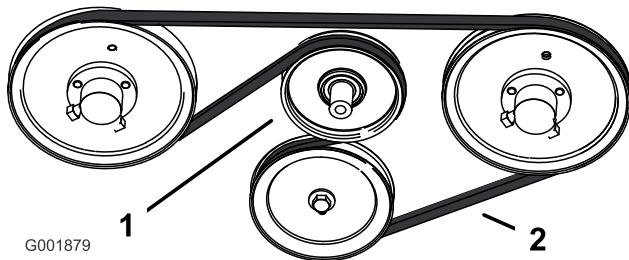

Figure 65
- Abaissez la poulie de tension rappelée par ressort et enlevez la courroie des poulies du moteur et de la pompe hydraulique (Figure 65). Enlevez la courroie entre les poulies.
- Montez la courroie neuve sur les poulies du moteur et des pompes hydrauliques (Figure 65).
- Abaissez la poulie de tension rappelée par ressort et alignez-la sous la courroie d'entraînement, puis relâchez-la (Figure 65).